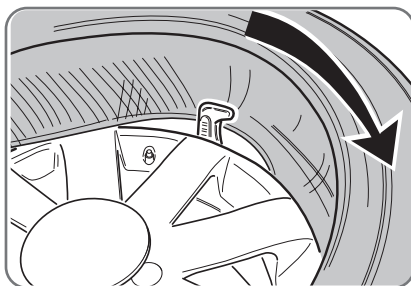
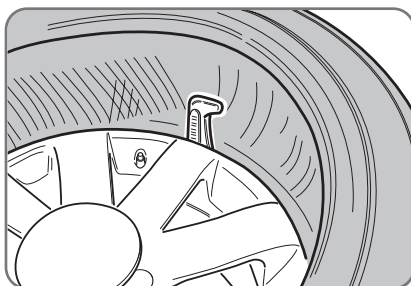

Fig. 6.45
Fig. 6.46
- Mantenere leggermente premuta la sezione dello pneumatico con il tallone inferiore non ancora inserito nel cerchio e premere sul pedale (Fig.6.45) per iniziare la rotazione fino al completo inserimento del primo tallone (Fig.6.46).